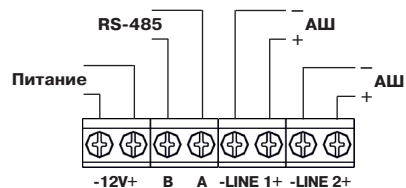

Рисунок 2
- Подключите провода согласно рис. 2.